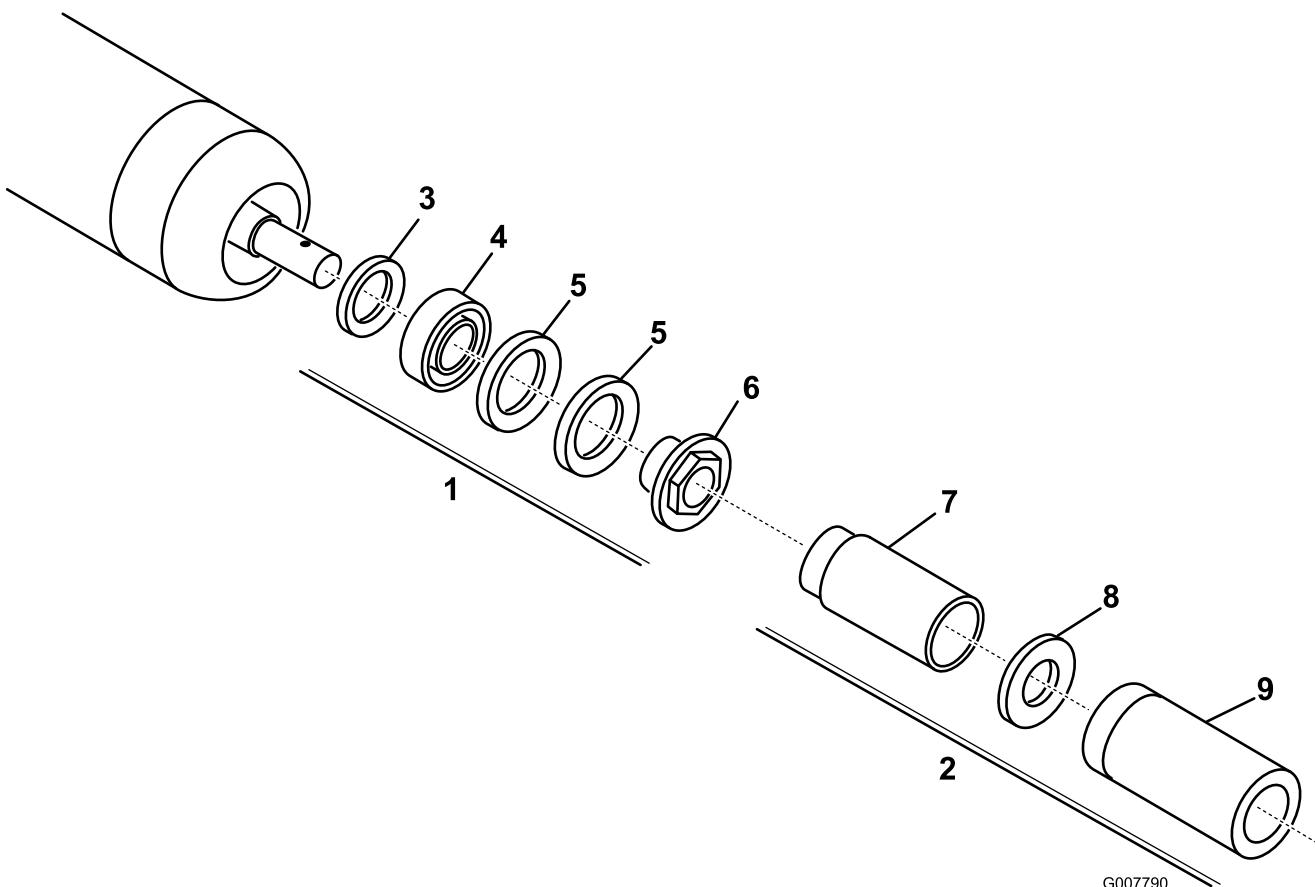

**Figura 37**
4. Serrate il dado di tensione della molla finché la molla non si piegherà, quindi allentate di 1/2 giro (Figura 37).